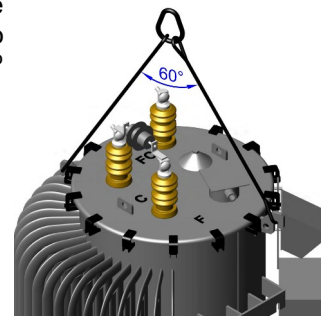

Figura 4: Método de içamento.
- Ligação conforme figura 4;
Identifique na tampa as buchas “F”, “C” e “FC” e proceda as ligações elétricas do compensador ou banco de acordo com o diagrama de ligações sugerido (veja figura 4).